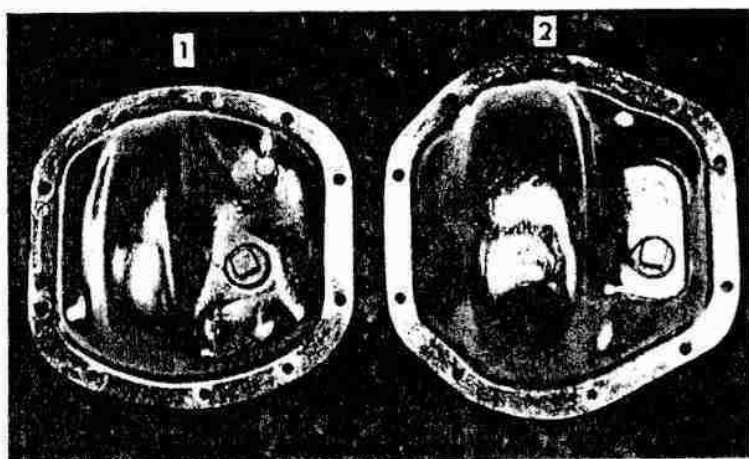

Fig. 277. — Tapas de cubiertas de diferenciales importados. 1) De puente delantero. 2) De puente trasero.
a) La tapa de la cubierta del diferencial es más pequeña que la del puente trasero importado y además, tiene un respiradero (Fig. 277).